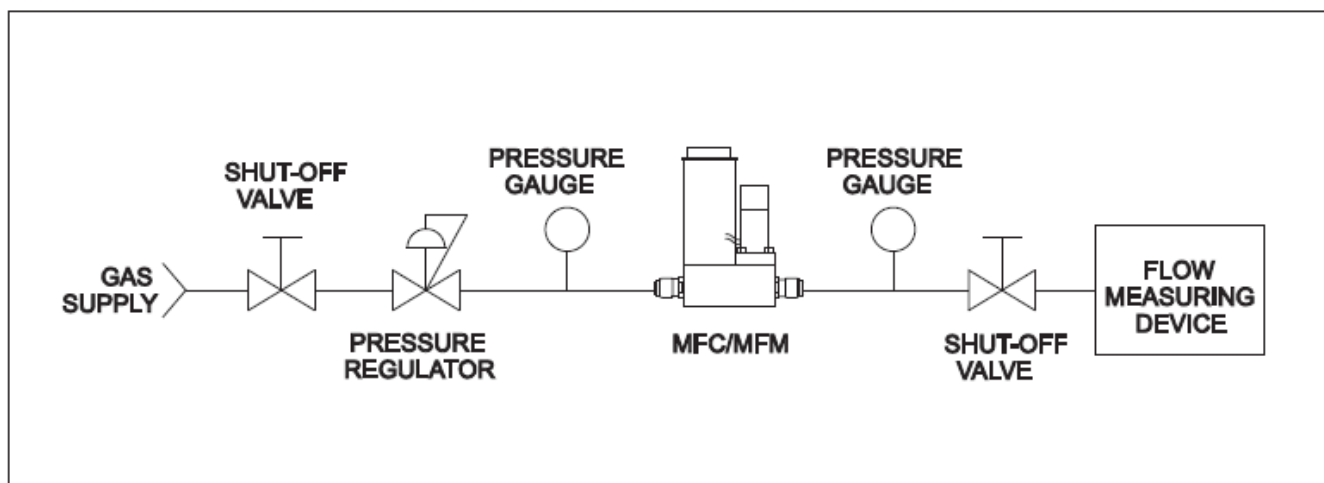

Figure 4-1 ベンチトラブルシューティング構成
1. ブルックスデジタルシリーズのマスフローメータまたはコントローラを適正に関連機器と接続してください (Figure 4-1参照)。電源を投入し、製品を45分以上ウォームアップしてください。